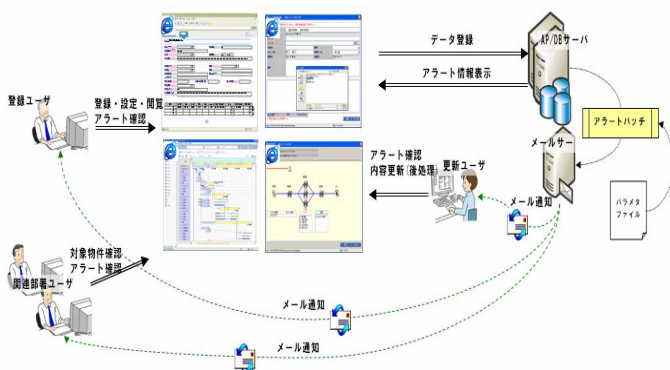

図7 チェックポイントでのアラート通知機能
- メンテナンス工事の雛形を登録し、担当者による工程管理（実績）とアラート通知、管理者によるマイルストーンチェックとアラートチェックを行う。また、各工程・マイルストーンに対する成果物はドキュメント管理側で管理され、登録・更新のタイミングで関連部署にタイムリーにアラート通知する（図7）。